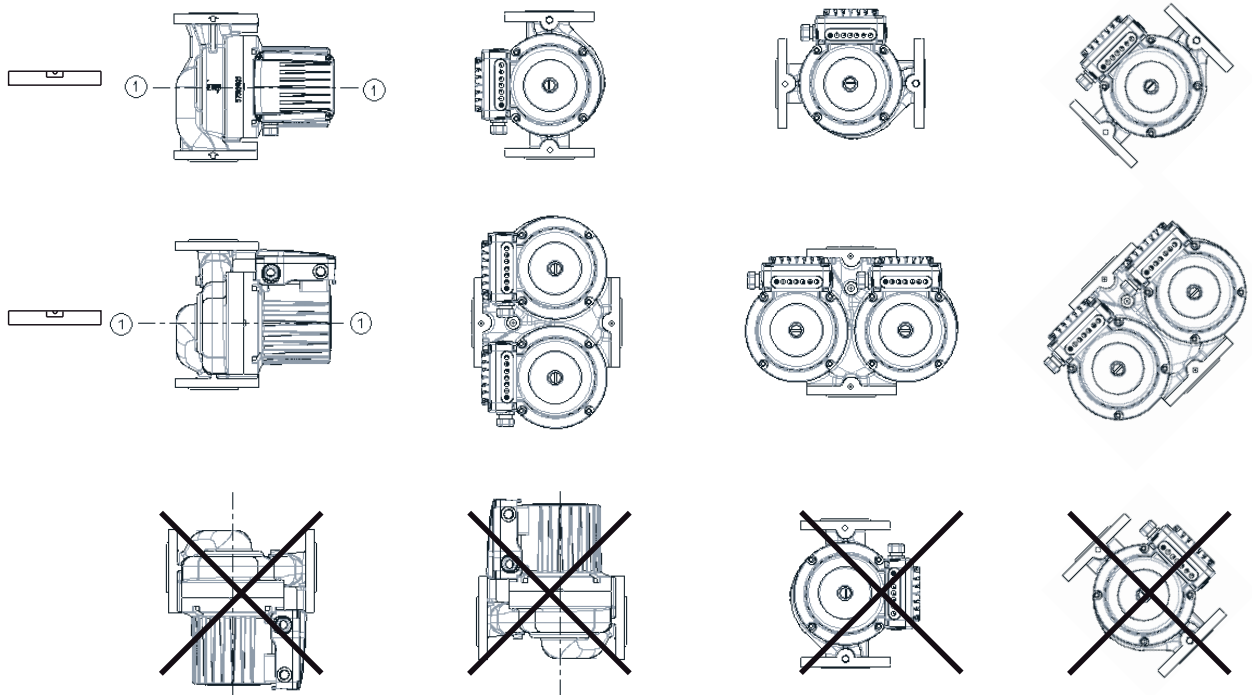

fig. 1
- la pompa va montata direttamente nelle tubature mantenendo orizzontale l'asse della pompa 1-1 (fig. 1).
il rotore è immerso nell'acqua è posto su particolari cuscinetti lubrificati con l'acqua e perciò prima dell'avviamento bisogna riempire la pompa con l'acqua ed eliminare l'aria. L'aria va eliminata dalle pompe svitando la vite sul lato posteriore dell'elettromotore (fig. 1 - POS. 5) che determina l'uscita dell'aria attraverso la fessura tra l'albero del motore ed il cuscinetto. Quando comincia a uscire l'acqua bisogna chiudere le valvole dal lato dell'aspirazione e quello della pressione della pompa e avviare la pompa. Se l'albero gira nella direzione sbagliata comincerà a lampeggiare l'indicatore rosso.